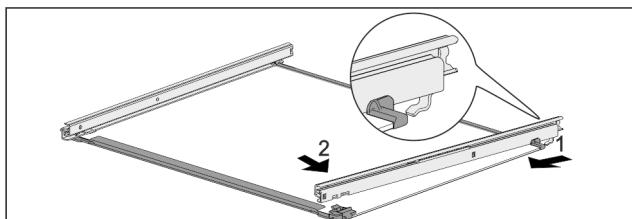

Fig. 121 Steklена plošča z vodili
- ▶ Vodilo obesite na kavelj na zadnji strani. Fig. 121 (1)
- ▶ Vodilo zaskočite na sprednji strani. Fig. 121 (2)